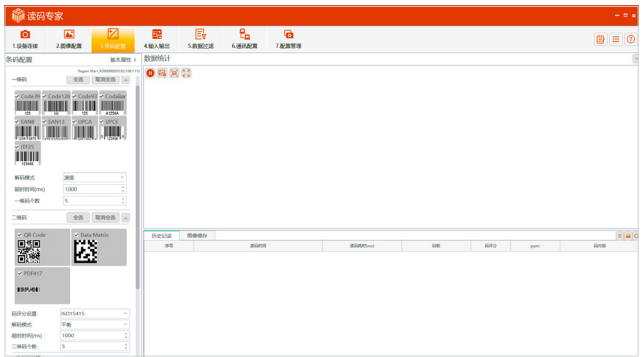

图 4-5
- 1、在顶部菜单栏的条码配置中更改检测的码制个数，如图 4-5 所示。